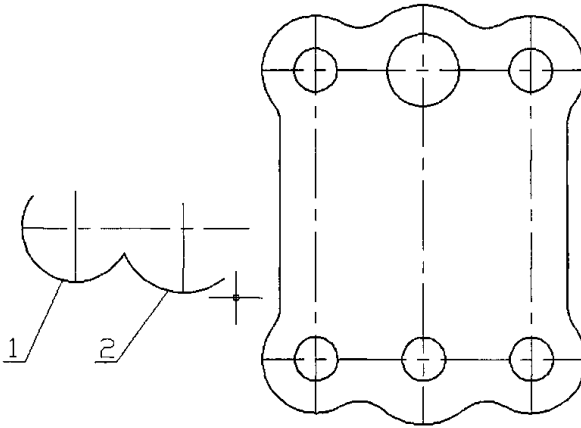

Рисунок 1.5
Select second object: (вказуємо другий об'єкт спряження (2) (рис. 1.5).